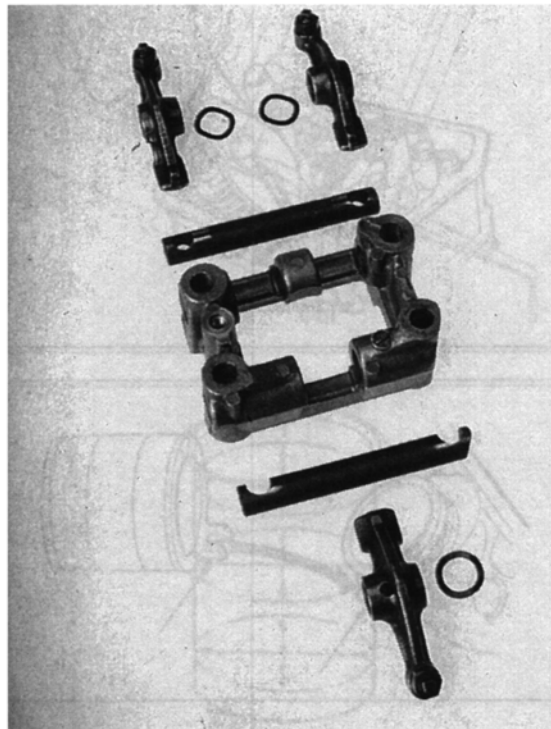

Bild 114
- Kipphebellagerbock, wie in Bild 114 gezeigt, zusammensetzen und Schlitze der Kipphebellagerbock senkrecht ausrichten.